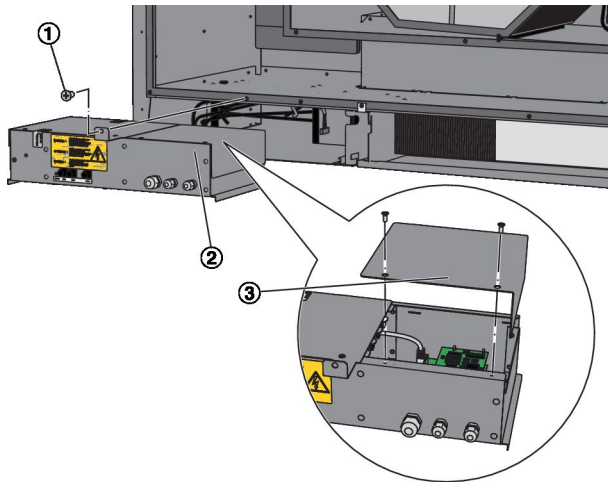

Abb. 13: Reglerbox SCHOOLAIR-B-HE
2. ▶ An der Reglerbox (Abb. 13/2) die Kreuzschlitzschraube (Abb. 13/1) lösen und die Box nach vorne heraus ziehen. Schrauben am Deckel (Abb. 13/3) lösen und Deckel abnehmen.